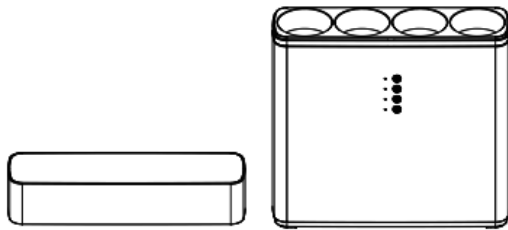

Abb. 1
2. Öffnen Sie die obere Kunststoffabdeckung des Geräts (Abb. 1).